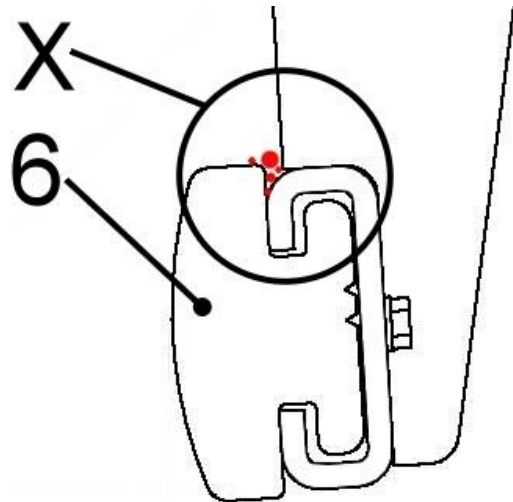

Abb. 2
Regelmäßige Kontrolle auf **Schmutz** (z.B. kleine Steinpartikel) im oberen Bereich (siehe Punkte Bildausschnitt „X“ in Abb. 2) der Gummigreifbacken (6)
**Problem:** Schmutz kann die Gummigreifbacken (6) beim Greifvorgang in diesem Bereich beschädigen (indem sich Steinpartikel in den Gummi drücken).
**Abhilfe:** Schmutz in diesem Bereich an Gummigreifbacken (6) entfernen, bzw. bei starker Verschmutzung Gummigreifbacken demontieren und reinigen.